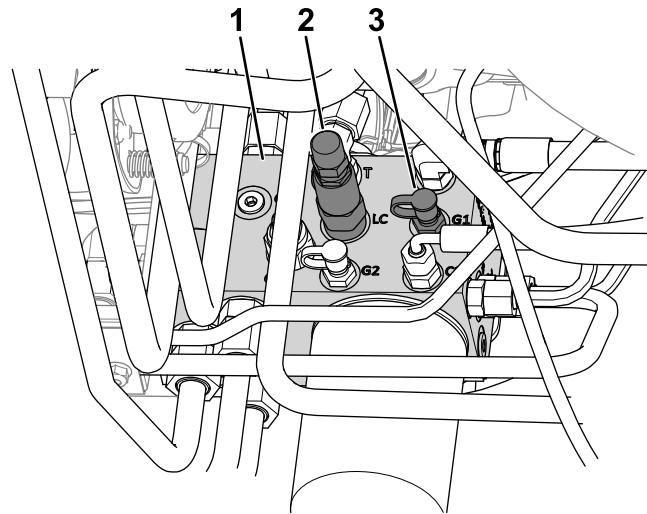

Figura 23
- Conecte un manómetro al punto de prueba (marcado G1; consulte Figura 23).
- Válvula de transferencia de peso (LC)
- En el lateral del distribuidor de elevación, retire el tapón del punto de prueba (marcado G1; consulte Figura 23).
- Afloje la contratuerca del extremo de la válvula de transferencia de peso (marcado LC; consulte Figura 23).